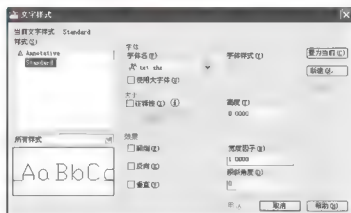

图 3.3 默认状态下的文字样式
(1) 选择菜单栏中的【格式】|【文字样式】命令, 打开【文字样式】对话框。默认状态下, 【文字样式】对话框中有“Annotative”和“Standard”两种文字样式, 如图 3.3 所示, 且默认状态下 Annotative 和 Standard 文字样式的字体为“txt.shx”。